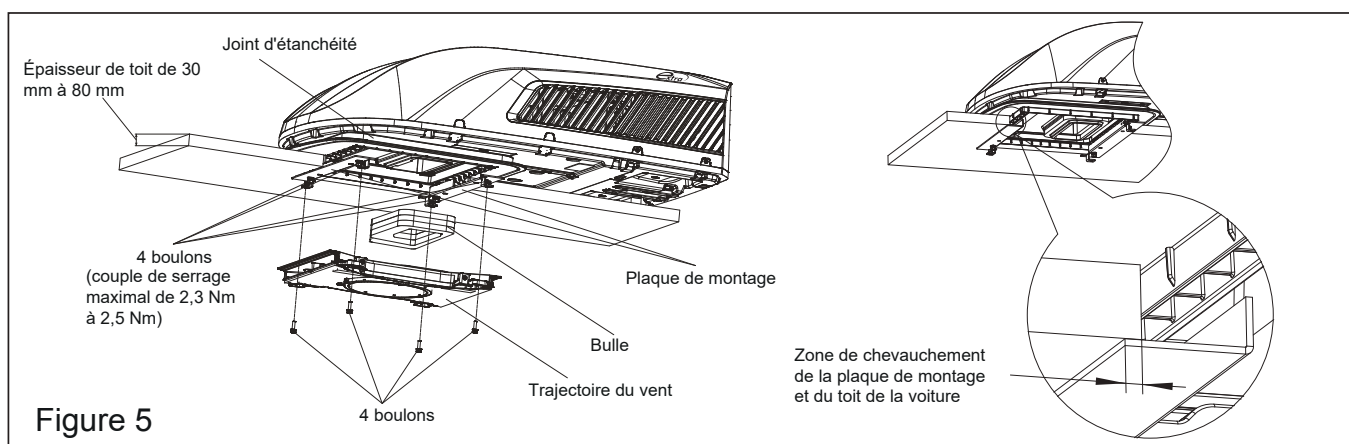

Figure 5
3. Placez ensuite l'unité extérieure sur le toit du véhicule et alignez-la avec les ouvertures du toit du véhicule. Pour monter l'unité extérieure, utilisez 2 jeux de plaques de montage et 4 vis. En ce qui concerne l'installation des plaques de montage, les 4 trous des boulons longs doivent être alignés avec les 4 trous de l'adaptateur respectivement, puis les plans supérieurs du bord inférieur des deux plaques de montage doivent se chevaucher avec la surface inférieure de la toit du véhicule. (Voir Figure 5).
6. Installez l'assemblage en mousse sur l'assemblage du conduit d'air. Utilisez 4 vis pour fixer l'ensemble du conduit d'air à la plaque de montage. Après avoir connecté l'unité extérieure à l'unité intérieure, vérifiez si l'assemblage en mousse s'est desserré. (voir Figure 5).